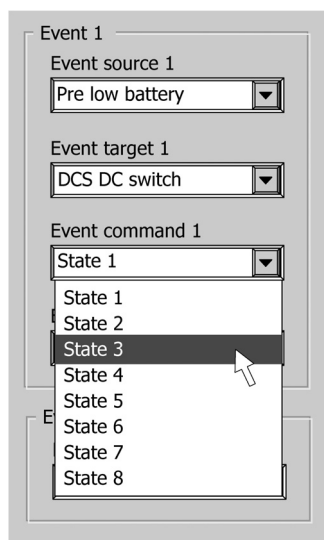

Abbildung 16
- 5 Wählen Sie dann aus, welcher Parameter bei dem Ziel geändert werden muss: *Ereignisbefehl*. (Beispiel: Der Status von Schalter 3) (Abbildung 16)